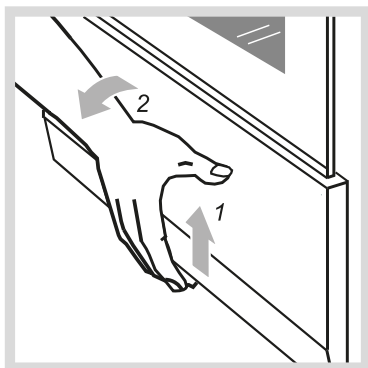

Рис.22
- Плиты выпускаются двух исполнений: с выдвигающим ящиком и с откидной дверцей. Чтобы открыть дверцу, ее нужно приподнять вверх и наклонить на себя (рис.22).